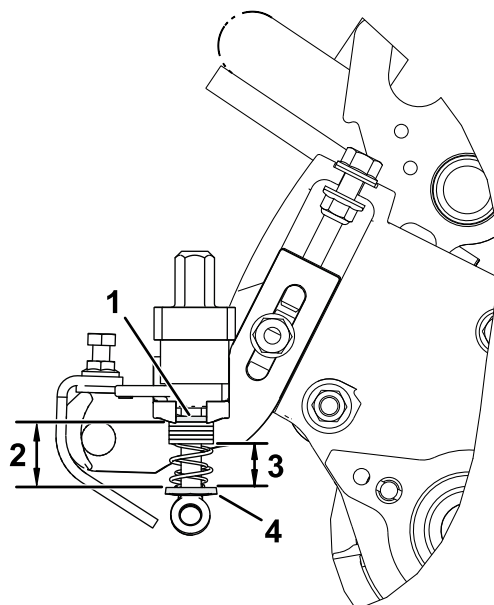

Figure 26
4. Mesurez la distance entre les rondelles (longueur actuelle du ressort), comme illustré Figure 26.